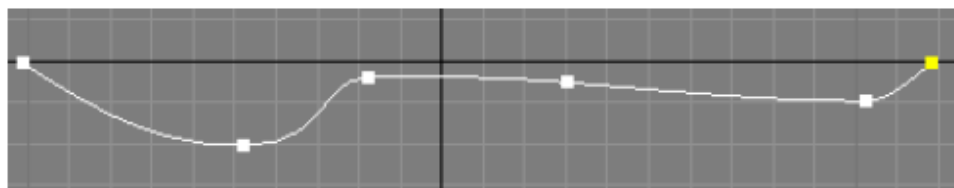

Рис. 6.9. – Базовый сплайн для ложки в окне проекций Top (Вид сверху)
1) Создайте сплайн, как показано на рис. 6.9.